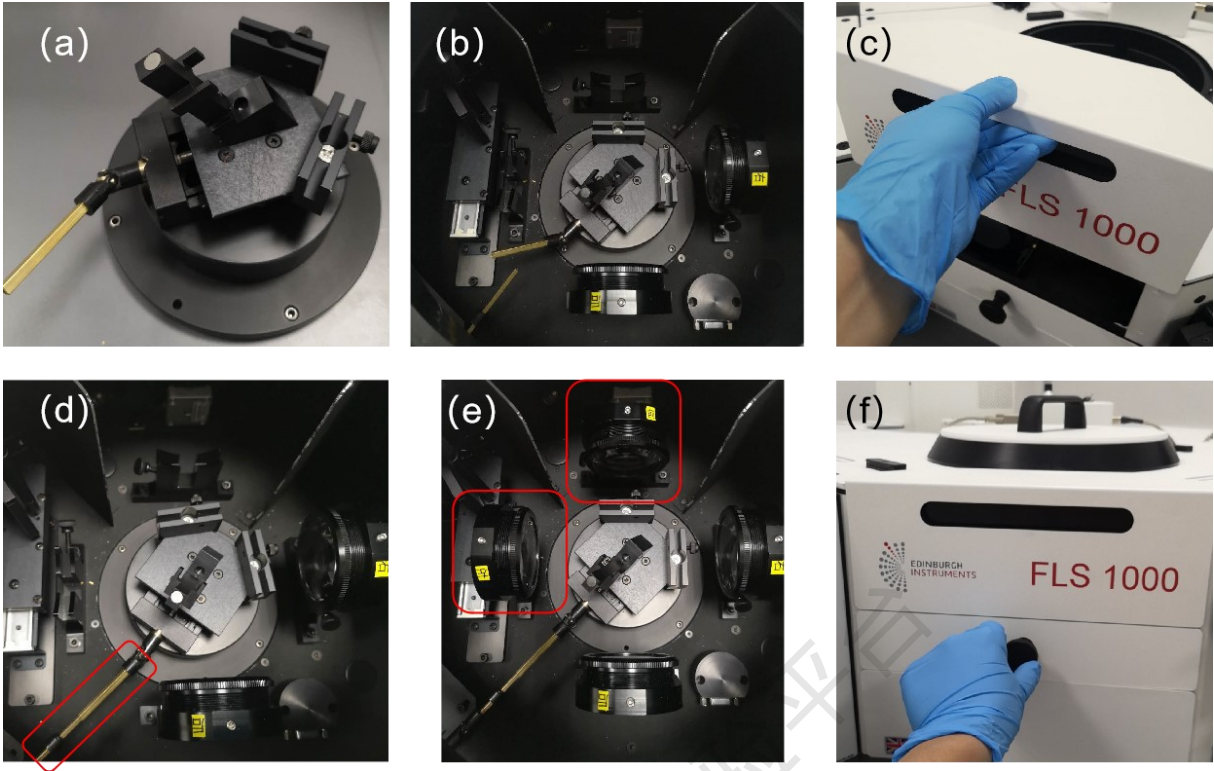

图 6-7 固体样品池支架的安装
(3) 固体样品支架的安装: 如图 6-7 所示, 按顺序安装固体样品支架。同液体池支架一样, 先拆下“前”、“左”两面透镜, 将固体样品支架如图 (b) 的方位安装固体支架, 并旋转一下, 保证支架卡入卡槽内。将 (c) 图的仪器侧面盖拆下, 将样品位置调节杆与固体样品支架的金属杆按照图 (d) 的方式相连接。最后, 将“前”、“左”两面透镜复位如图 (e)。图 (d) 的金属杆连接完成后, 按照图 (f) 通过旋转侧面的旋钮可以调节固体样品支架在样品仓内移动, 从而保证入射光斑完全打在样品之上。